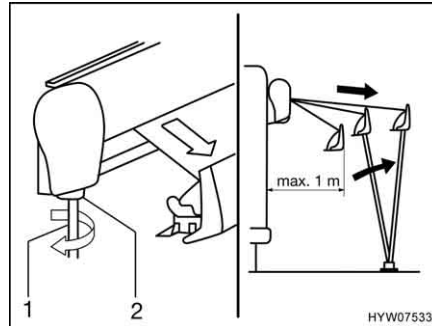

Fig. 24 Estrazione della tenda
- Inserire la manovella (Fig. 24,1) nel supporto a baionetta (Fig. 24,2) della tenda e girarla in senso antiorario. La tenda si apre dopo un paio di rotazioni.